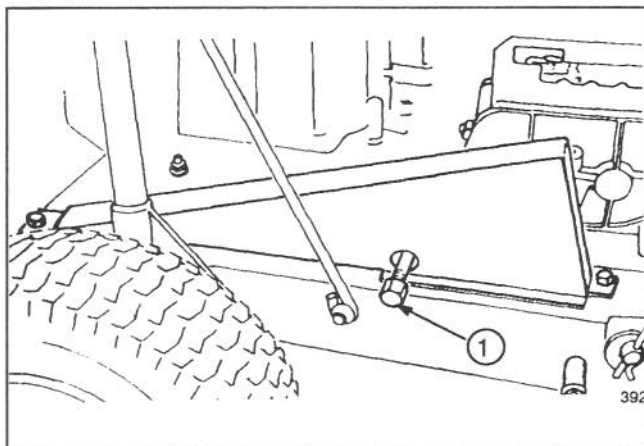

Figure 11
5. Enlever le bouchon de vidange (Fig. 11).
2. Ouvrir le pointe en le tournant 2 tours dans le sens contraire des aiguilles d'une montre (Fig. 11).